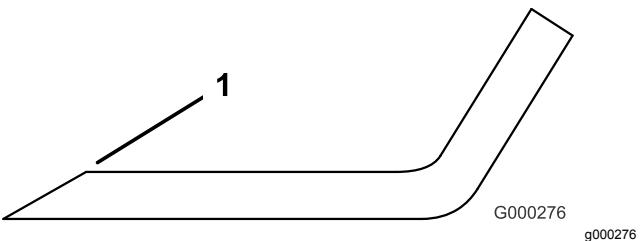

Figura 32
3. Inspecione as extremidades de corte de todas as lâminas. Afie as extremidades de corte se estas apresentarem sinais de desgaste ou ranhuras. Afie apenas o lado superior da parte cortante e mantenha o ângulo de corte original para garantir um desempenho eficaz da lâmina (Figura 32). A lâmina mantém o equilíbrio se for retirada a mesma quantidade de metal de ambas as partes cortantes.